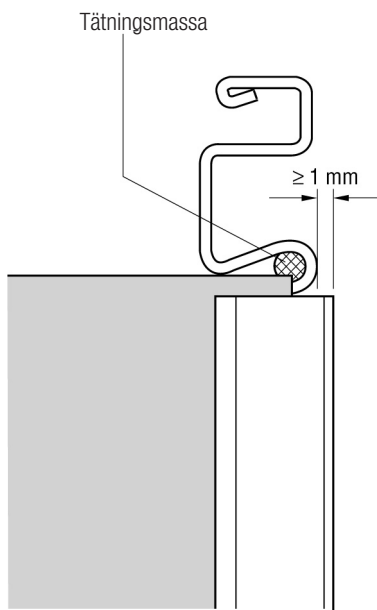

Fig. 4
2. Använd en klubba och slå på gejdstången på kanaländan. Se till att kanalväggen "bottnar" ordentligt i gejdstången så att fullgod täthet erhålls. Kontrollera att nivåskillnaden mellan de olika sidornas gejdstänger är mindre än 1 mm, fig. 4.